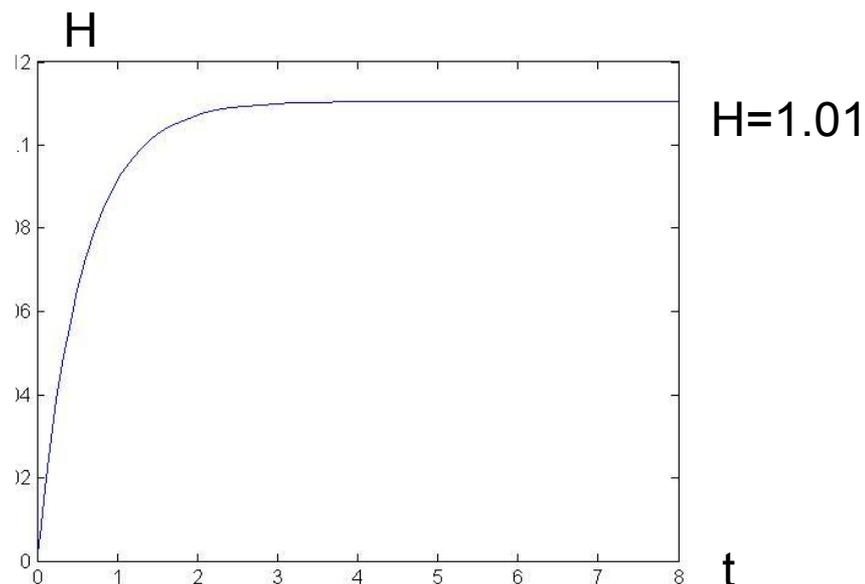

Рис.2
2) Предположим, что в начале эксперимента емкость пустая. Тогда начальные условия для уравнения (1) будут  $H(0)=0$ .
4) Решение дифференциального уравнения (1) имитирует переходный процесс, который характеризует процесс установления уровня в емкости (рис.2)